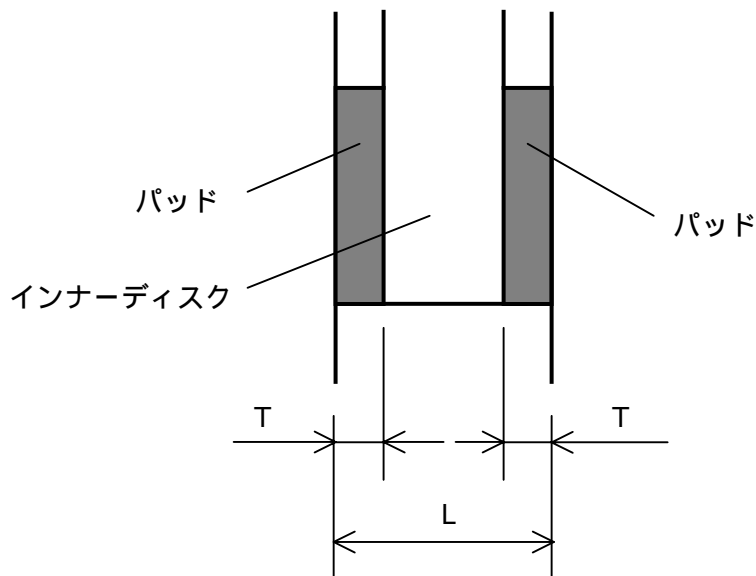

図 2 . ライニング拡大図
- 1 片側パッド厚さ (T) が $T > 0.5$ を満たしている場合の基準です。(図 2)